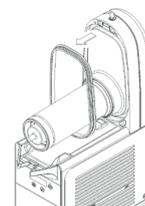

Bild 9
2.3 Dichtung wie auf Bild 9 entfernen
- 4.3** Den Zapfhahn gegenteilig zum Ausbau in Bild 9 am Behälter montieren. Jetzt wird die Dichtung des Behälters wieder an ihrem Platz eingefügt.